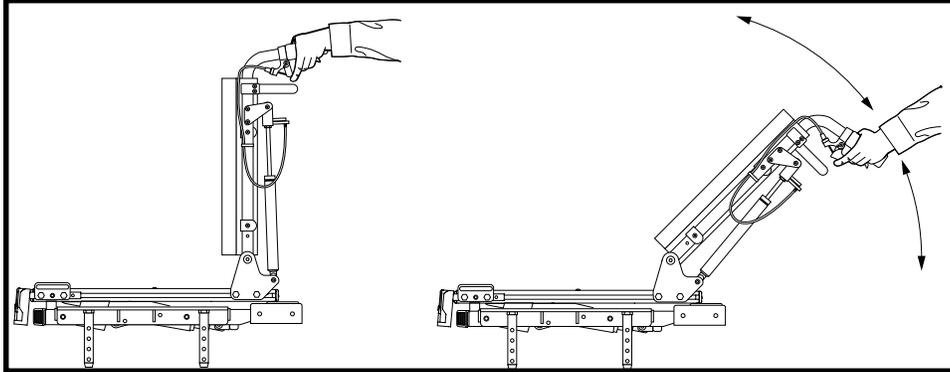

Figure 30. Réglage de l'inclinaison du dossier
2. Comprimez les deux poignées de déclenchement simultanément et positionnez le dossier dans l'inclinaison désirée. Voir la figure 30.